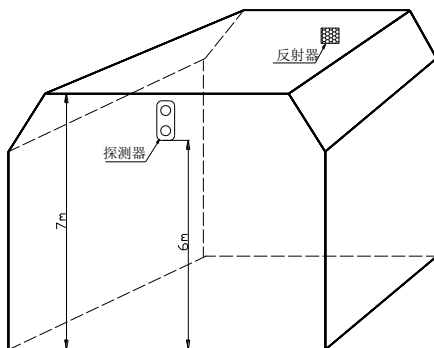

图 5 探测器和反射器安装示意图
b) 建筑物举架在 5m~8m 之间，应将探测器和反射器安装在距天花板距离 0.5m~1m 处的相对两墙墙壁上，如图 5 所示。